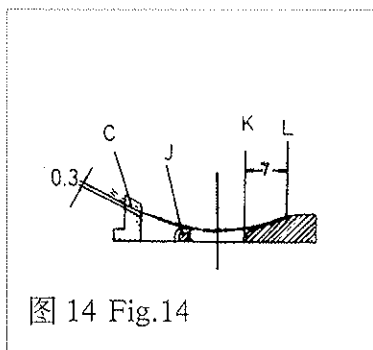

图 14 Fig.14
(2)高低位置 机针与针板的高低位置有三处(图14):
- ① 机针与针板左导针槽“C”底面距离不大于0.3毫米。
- ② 机针与机针护板“J”应轻微接触;
- ③ 机针与针板右导针槽底面(KL弧面)刚好接触。
The are three locations between the needle and the needle plate(Fig.14)